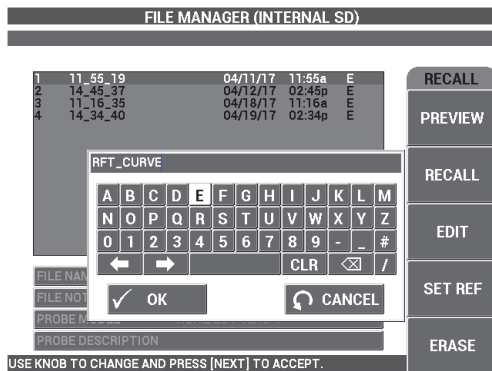

図 5-216 ファイル名の変更
5. テキストエディターでファイル名を次のように変更します : RFT_CURVE (284 ページの図 5-216 参照)。(ノブを回して文字を選び、全画面 /次へキーを押して () 文字を確定します。)